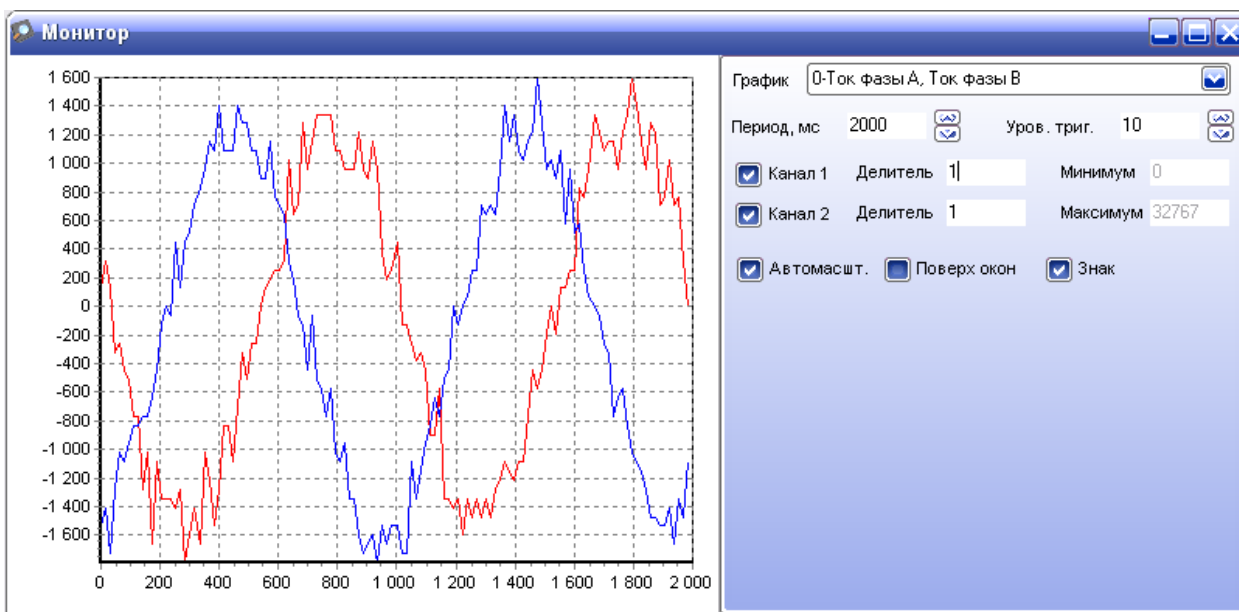
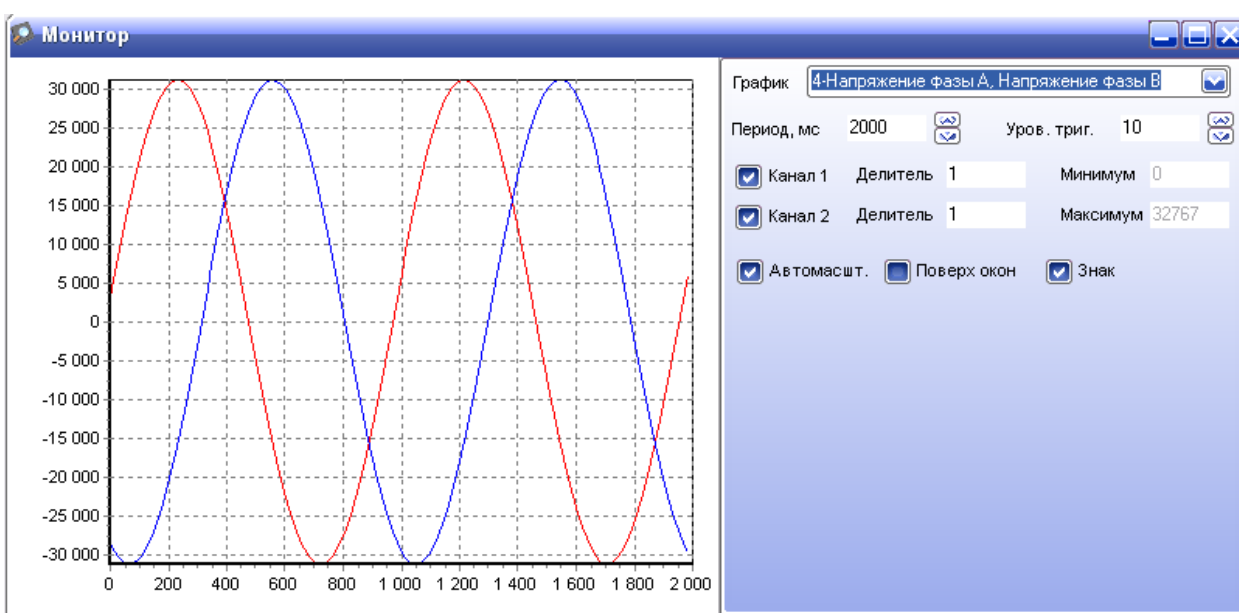

Рис.12. Окно осциллографа с выводом сигналов тока
Рис.13. Окно осциллографа с выводом сигналов задания напряжения на инверторе
При нажатии кнопки Монитор панели Управление появляется окно виртуального осциллографа (см.рис.12). Данное окно содержит следующие элементы:
1. **График** (выпадающий список) – устанавливает выводимые в окно осциллографа координаты. Например, существует возможность просмотра токов статора нагрузки (см.рис.12), формируемых напряжений на статор (см.рис.13) и т.д.